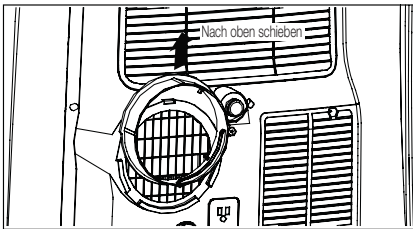

Abb. 4
2. Schieben Sie das Anschlussstück A nach oben, und nehmen Sie es vom Gerät ab (Abb. 4).